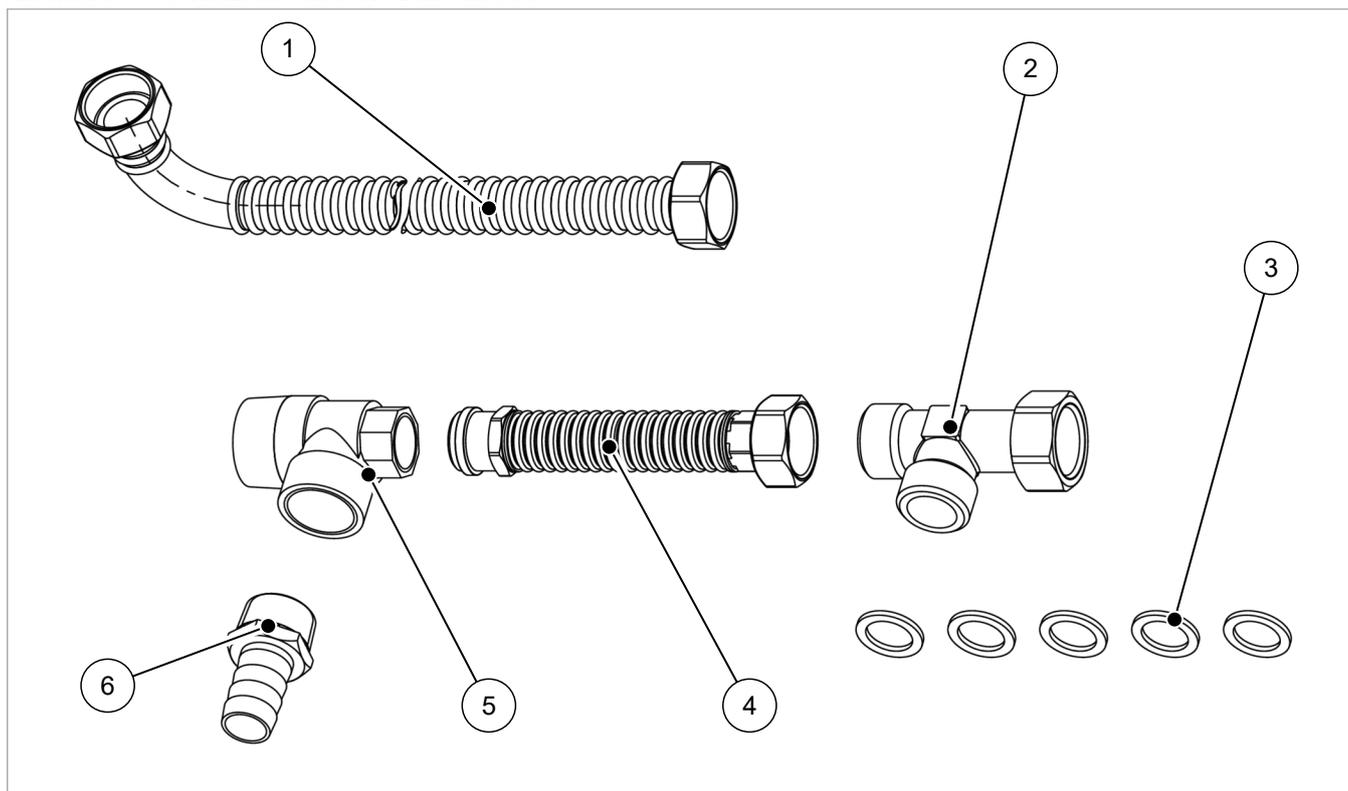

Abb. 3: Lieferumfang Anschluss-Set SolvisBruno an SolvisBen ohne SÜS
5. An einer geeigneten Position muss ein T-Stück (nicht im Anschlussset enthalten!) positioniert werden, an dem das Verlängerungs-Wellrohr (siehe → *Abb. 3 (4)*) samt Sicherheitsventil und Schlauchtülle angeschlossen wird.
4. An einer geeigneten Position ein T-Stück (nicht im Anschlussset enthalten) positionieren, an dem das Verlängerungs-Wellrohr (siehe → Abb. 3, S. 6 (3) samt Sicherheitsventil und Schlauchtülle angeschlossen wird.